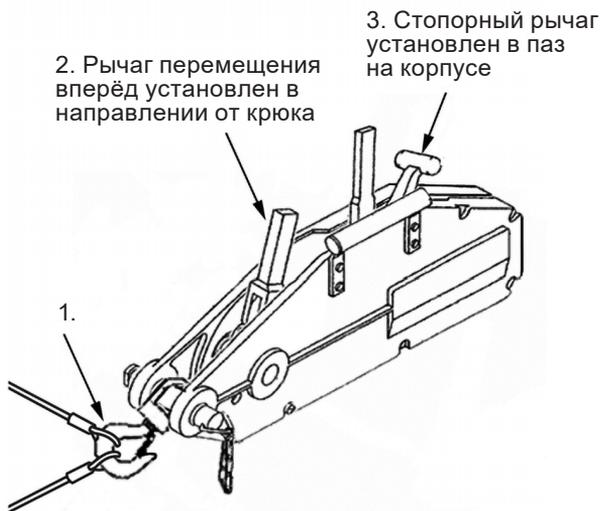

Рисунок 2.
2. Далее зафиксируйте крюк в точке крепления и убедитесь в правильности выполненных действий, ориентируясь на рис. 2. Проконтролируйте, что рычаг перемещения вперед установлен в направлении от крюка, а не наоборот.